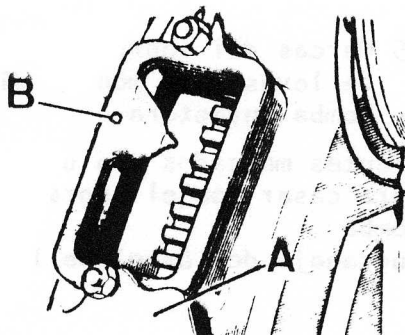

Fig. A3-32 Posicionamiento del índice de referencia
- 3.3. Abrir la tapa, A (Fig. A3-32) del registro del cárter del volante, extraer -- las juntas de corcho de dicha tapa y situar el orificio, B, del índice de referencia para puesta a punto, alineado con el granetazo existente en el cárter del volante, para lo cual será necesario desplazar dicho índice hacia la izquierda o derecha.
- 3.13. Montar la tapa de la ventana de inspección del cárter del volante, A (Fig. A3-32) con sus juntas y continuar el montaje invirtiendo del punto 1.6 al - 1.2.